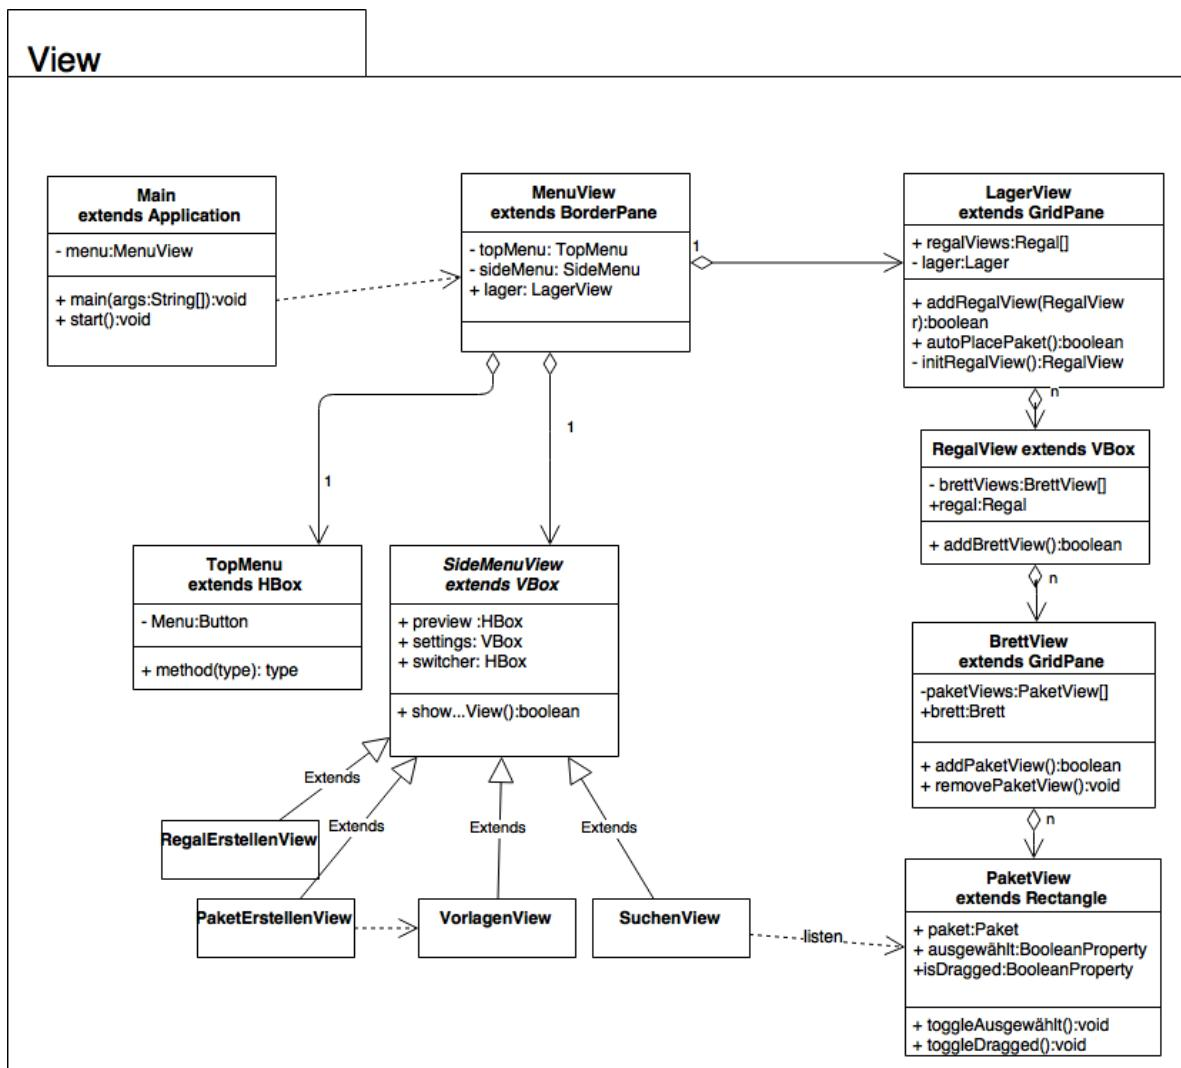

Abbildung 2: View: Detailsicht, UML-Diagramm
1.1.2. View: Detailsicht (Abb. 2)
Im folgendem Abschnitt werden die UI-Wireframes mit den vorgestellten Funktionen verknüpft und der Aufbau kurz erläutert. Die Grafiken sind dieselben, die auch in der Spezifikation zu finden sind. Alle nachfolgenden GUI Elemente, deren Beziehungen und wichtige Methoden sind in der *View-Detaillsicht* (1.1.3 und Abb. 2) zu finden.
2. **SideMenuItemView:** Die Seitenleiste, die sich an das aktuelle Geschehen anpasst, als *JavaFX VBox*. Um die Seitenleiste unterschiedlich darstellen zu können, wird für jedes Menü eine eigene View erstellt, die von *SideMenu* erben (siehe Abb. 2).